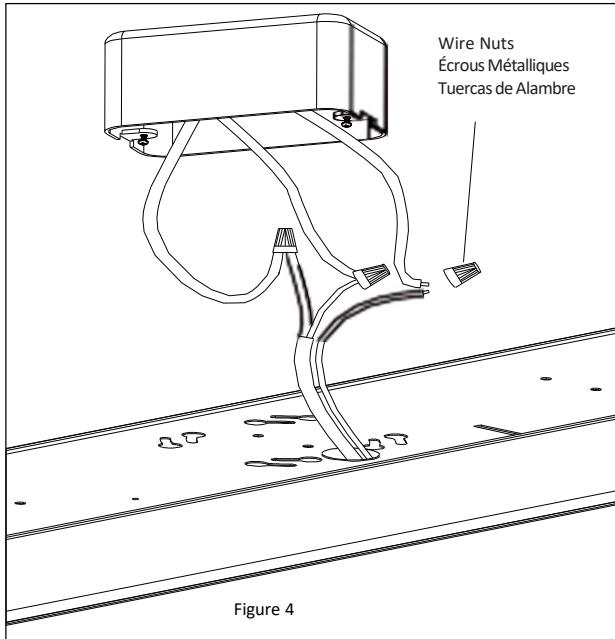

Figure 4
3. Make the wire connections Black to Line, White to Neutral and Green to Ground. Use the supplied wire nuts to secure the connections. **See Figure 4.**
3. *Raccordez le fil noir au fil de phase, le fil blanc au fil neutre et le fil vert à la mise à la terre. Utilisez les capuchons de connexion fournis pour bien assurer les raccordements. Reportez-vous à la Figure 4.*